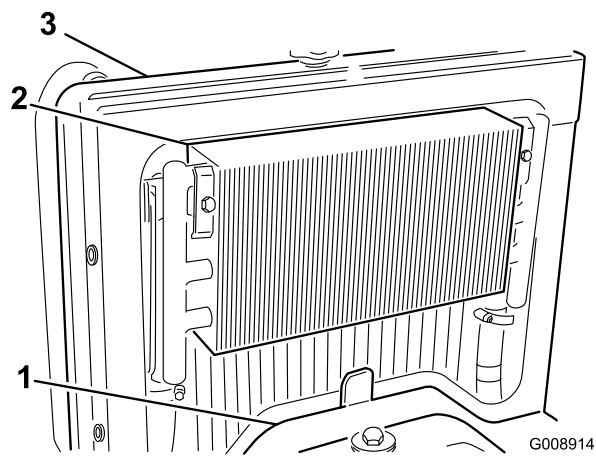

Рисунок 69
3. Снимите панель доступа (Рисунок 69).